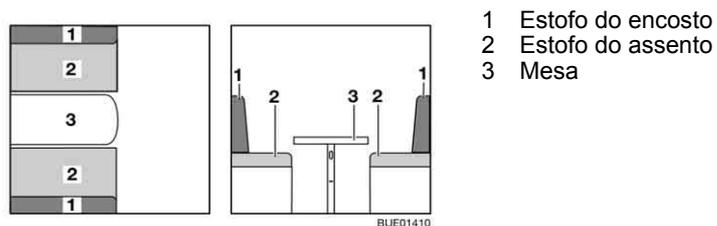

Fig. 113 Antes da transformação
- Transforme a mesa (Fig. 113,3) em base para cama (ver ponto 6.12).
- Retire os estofos do encosto (Fig. 113,1) e coloque um deles sobre a mesa.